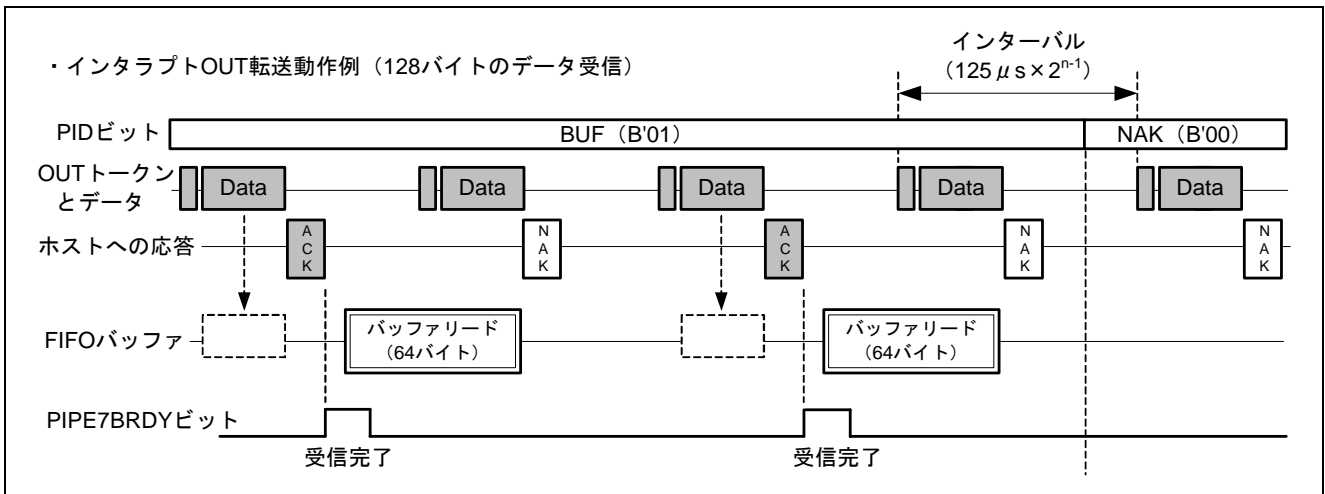

図12 インタラプト OUT 転送の動作例
表 2 にパイプ 7 を使用したインタラプト OUT 転送の設定例を、図 12 に表 2 の設定値で転送を行った場合の動作例を示します。ダブルバッファや連続転送モードなどは使用できないため、BRDY 割り込みを使用して 1 トランザクションずつ FIFO バッファメモリから読み出します。設定項目の詳細については、以下の (1) ~ (7) を参照してください。